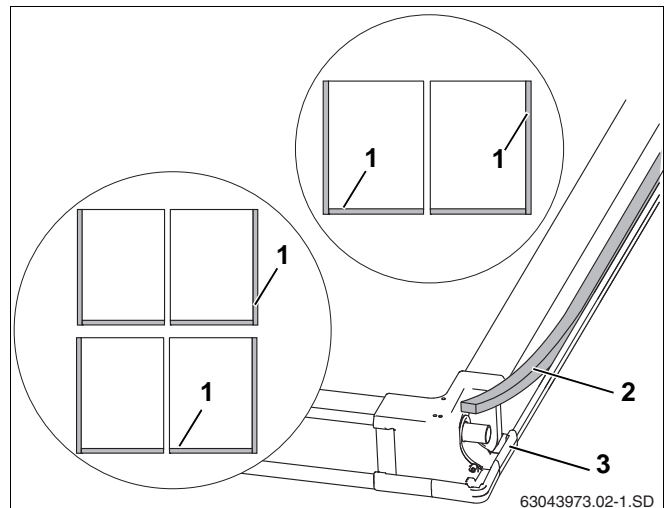

Fig. 21 Solfangerens bagside
Forbindelserne mellem dækpladerne til solfangerne på siden og fornedden (fig. 21, **pos. 1**) skal tættes med tætningsbåndet.
- ▶ Læg tætningsbåndet (fig. 21, **pos. 2**) med den klæbende side fremad ind i gribefordybningen på de yderste solfangeres ydersider og fornedden i alle solfangerne (fig. 21, **pos. 1**) inkl. hjørneforbinderne (fig. 21, **pos. 3**).